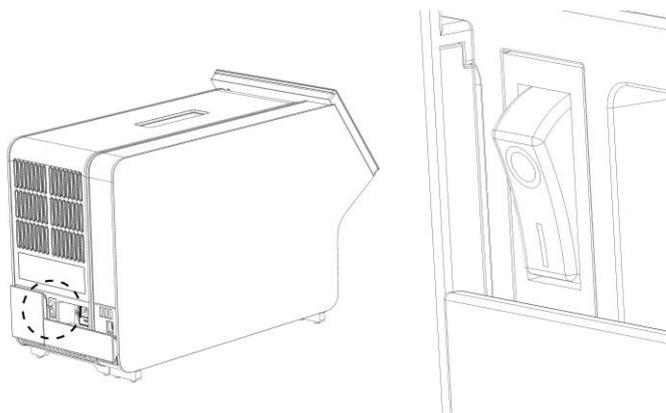

Figura 11. Ubicación del interruptor de alimentación y configuración en la posición "I".
9. Encienda el instrumento pulsando el interruptor de alimentación situado en la parte posterior **del módulo analítico en la posición "I"** (figura 11). Compruebe que los indicadores de estado del módulo analítico y del módulo operativo sean de color azul.